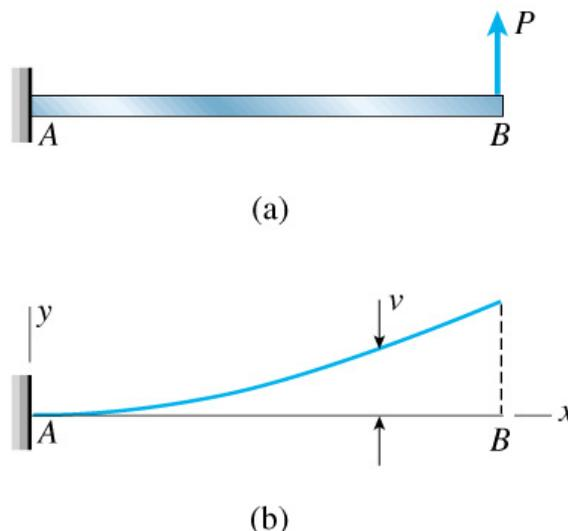

Figura 1 – Curva de deflexão de uma viga engastada. (Gere, 2003)
**Deflexão  $v$**  - É o deslocamento na direção  $y$  de qualquer ponto no eixo da viga, como apresenta a Figura 1.b. Como  $y$  é positivo para cima, então  $v$  é positivo.